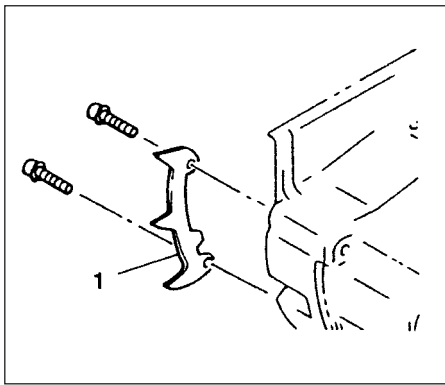

Рис.1-0
\* Установить шипованный буфер (1) (если имеется) на аппарате посредством двух винтов. (Рис. 1-0)